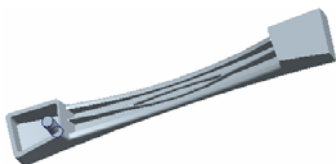
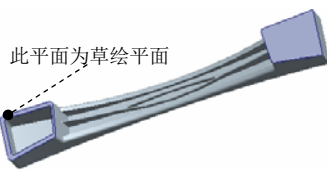
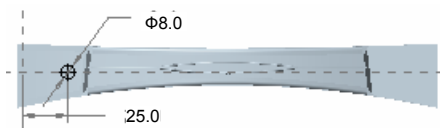

图 5.38.157 拉伸 10
图 5.38.158 定义草绘平面
图 5.38.159 截面草图
Step19. 创建图 5.38.157 所示的拉伸特征 10。在操控板中单击“拉伸”按钮。选择图 5.38.158 所示的面为草绘平面,选取 RIGHT 基准平面为参考平面,方向为**右**;单击**草绘**按钮,绘制图 5.38.159 所示的截面草图,在操控板中选择拉伸类型为,选择 Step7 创建的偏移曲面为拉伸的边界;单击**✓**按钮,完成拉伸特征 10 的创作。